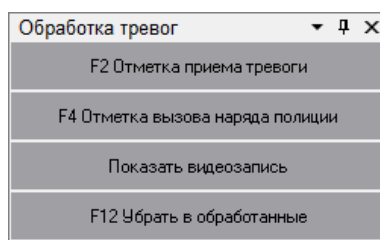

Рисунок 8-10 Панель "Обработка тревог" для выбранного на вкладке "Текущие тревоги" тревожного события объекта системы контроля доступа и других тревог
- Для тревожного события объекта системы контроля доступа и других тревог (см. Рисунок 8-10) – см. п. 8.3.3.1.3;